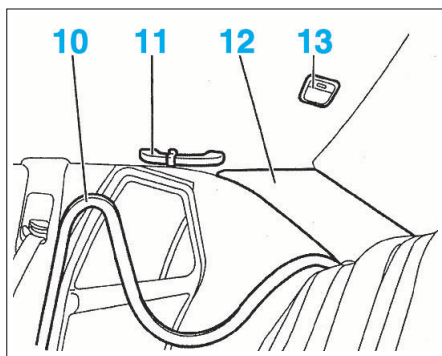

FIG. 40
- Dégager partiellement les joints d'entrée des portes avant (7).
- les garnitures des montants de baie (8).
- les garnitures supérieures des pieds milieu (9).
- Dégager partiellement les joints d'entrée des portes arrière (10) (Fig.40).